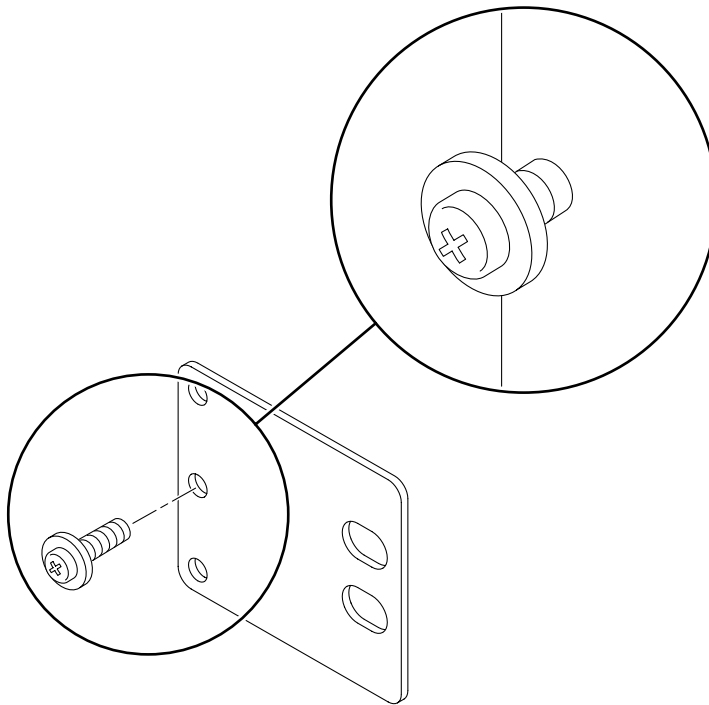

FIGURA 3-27 Instalación de un tornillo en la posición central del bastidor en la placa trasera
- a. Instale un tornillo SEM M5 × 10 para cada placa posterior, sin apretar, en cualquiera de las tres posiciones de la placa trasera (FIGURA 3-27).
La posición varía según el grosor del raíl del bastidor. Por ejemplo, la FIGURA 3-27 muestra dónde colocar el tornillo en la posición central del bastidor en la placa trasera.